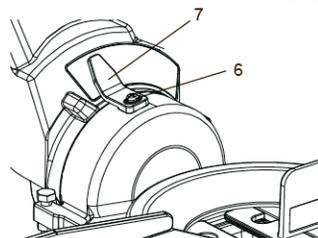

Рис. 12
1. Когда режущий диск точно перпендикулярен столу, ослабить винт указателя наклона (6) при помощи отвертки.
2. Установить указатель наклона (7) на отметку «0» на шкале наклона и затянуть винт указателя наклона (6) (рис. 12).